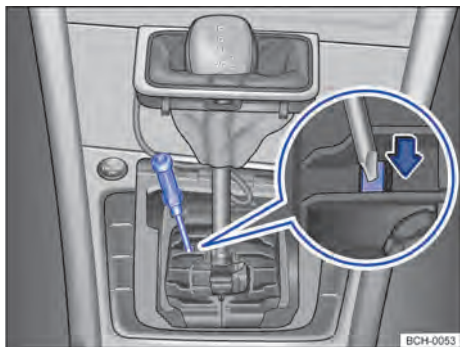

Fig. 97 Desinstalar a cobertura da alavanca seletora e destravar o bloqueio da alavanca seletora emergencialmente.
- Com o auxílio de uma chave de fenda pressionar cuidadosamente a alavanca de destravamento no sentido da seta e manter nessa posição → Fig. 97.